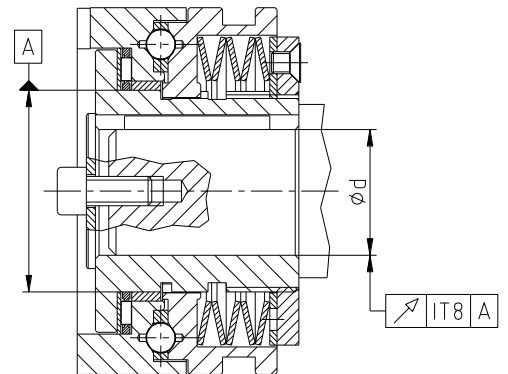

Fig. 9 : Concentricité et perpendicularité
- La concentricité et/ou la perpendicularité (voir fig. 9) doivent être respectées.
- Prévoyez une rondelle d'extrémité pour la fixation axiale du limiteur KTR-SI (voir la figure 9 du chapitre 4.3).